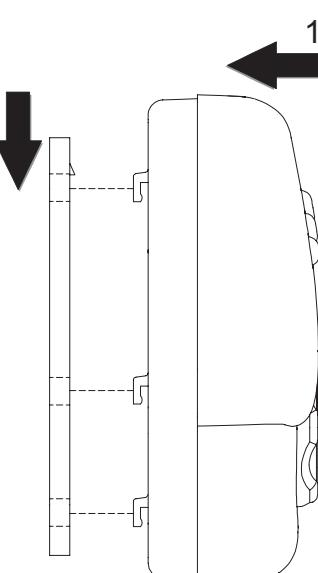

Fig. 5: Inserimento termostato sulla piastra a muro.
- Avvicinare la base del termostato alla piastra facendo dapprima coincidere i dentini della base con gli appositi fori della piastra e successivamente esercitare sulla base una pressione verso il basso fino a far scattare il dentino plastico della piastra (Fig. 5).